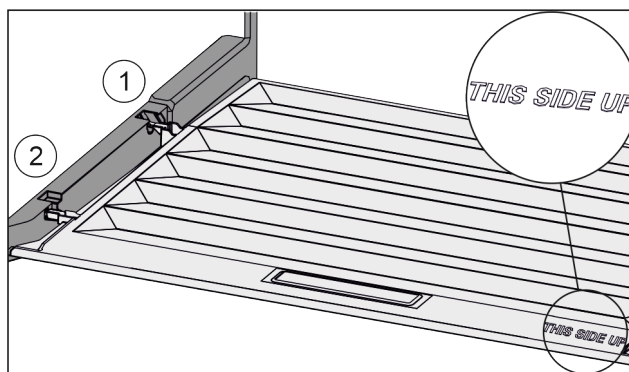

*Fig. 161*
- ▶ Dra locket framåt *Fig. 161 (1)* till öppningen i fästdelarna.
- ▶ Lyft det baktill underifrån och ta ut *Fig. 161 (2)* det uppåt.